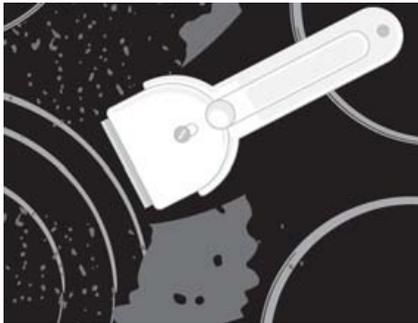

Fig. 14
- As manchas mais difíceis e queimadas são removidas com raspador de cerâmica especial para vidro. Seja cuidadoso, e não toque na superfície do cooktop com a alça de raspador (Fig. 14).